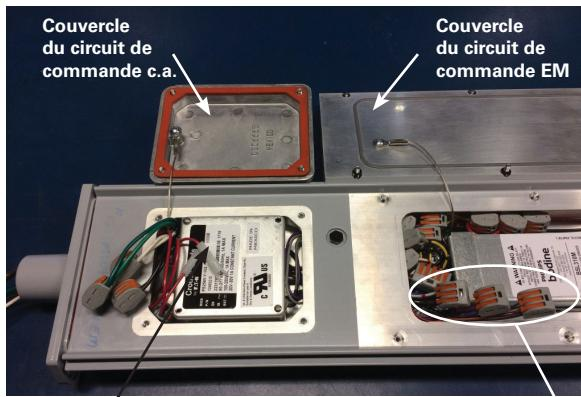

Figure 12
1. Ouvrir le couvercle du circuit de commande c.a. en desserrant les quatre (4) vis n° 10-32 de 0,75 po du couvercle en acier inoxydable (voir la figure 12). Tous les composants du luminaire sont précablés, de sorte qu'il ne reste qu'à raccorder le fil de phase, le fil neutre et le fil de mise à la terre du luminaire aux fils conducteurs (ou aux bornes) en suivant les schémas de câblage (voir les figures 15 et 16) et en respectant les méthodes conformes aux codes en vigueur. Raccorder d'abord le conducteur de mise à la terre (vert) de l'appareil, puis le courant (blanc) et la tension de ligne (noir). Serrer tous les raccordements électriques. **REMARQUE :** Les ouvertures standards NPT sont de 1,9 cm (3/4 po).
3. S'il n'y a pas de connexions d'alimentation (TF) ou d'interrupteur, passer à l'étape 9.
4. Pour les modèles avec le suffixe « TF », utiliser le ruban de tirage fourni pour le câblage vers le circuit ou vers les multiples dispositifs (maximum de cinq [5]) de la guirlande. Pour le câblage, se reporter au schéma. Un maximum de quatre (4) conducteurs peut passer par le plot le plus près du circuit, et un maximum de quatre (4) conducteurs peut passer par le plot le plus éloigné du circuit.
6. Pour connecter une source d'alimentation commutable supplémentaire, retirer le couvercle du circuit de commande EM en desserrant les dix (10) vis n° 8-32 de 0,50 po du couvercle en acier inoxydable (voir la figure 12). Repérer le connecteur comportant les fils noir et blanc/rouge du circuit de commande EM. Déconnecter le fil blanc/rouge et le reconnecter à l'entrée de ligne commutable en suivant les schémas de câblage et en respectant les méthodes conformes aux codes en vigueur.
7. Pour connecter un interrupteur d'essai à distance, retirer le couvercle du circuit de commande EM en suivant les directives de l'étape 8. Repérer les deux (2) connecteurs comportant les fils mauve et brun du circuit de commande EM. Connecter les câbles à l'interrupteur d'essai à l'aide des connecteurs à trois (3) conducteurs fournis.
8. Replacer le couvercle du circuit de commande EM et serrer les dix (10) vis de montage à 2,3 N.m (20 lb-po).
10. Replacer le couvercle du circuit de commande c.a. et serrer les quatre (4) vis de montage à 3,6 N.m (32 lb-po).